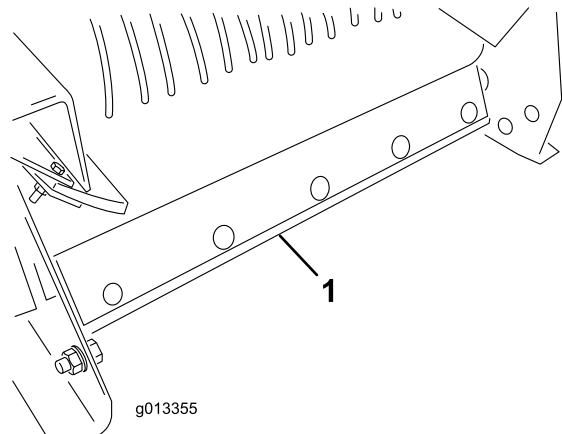

Figure 60
- Déposez le racleur de nettoyage de la bande à l'arrière de la machine (Figure 60).